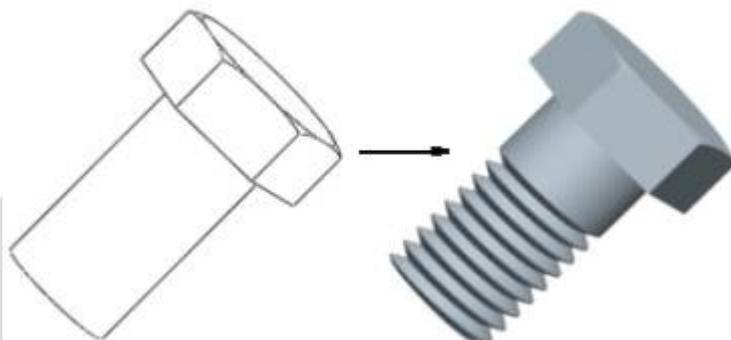

图 9-17 练习 9-11 操作示意图
【练习 9-11】： 打开附盘“\ch09\9-10.prt”文件，使用【螺旋扫描】命令建立如图 9-16 所示的六角螺栓，相关尺寸如图 9-17 所示。
- (1) 单击菜单【插入】→【螺旋扫描】→【切口】命令，打开【属性】菜单。
- (2) 选择【常数】、【穿过轴】、【右手定则】命令，然后单击【完成】命令。
- (3) 选择 RIGHT 基准面为草绘平面，接受系统默认的视图方向和参照面。
- (4) 在草绘工作环境中绘制旋转中心线和一条直线轨迹，如图 9-17 所示。
- (5) 在信息区显示的文本栏中输入螺距值为“2”，按回车键确认。
- (6) 绘制如图 9-17 所示的三角剖面。
- (6) 绘制如图 9-17 所示的三角剖面